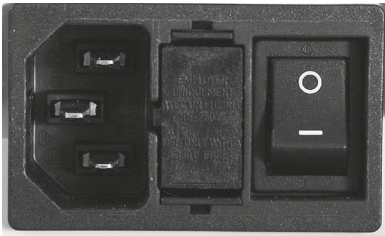

Fig. 1
- Utilizando una herramienta adecuada (Fig. 1), afloje la sujeción del portafusibles (20/8) entre el interruptor (19) y la toma de corriente (18).